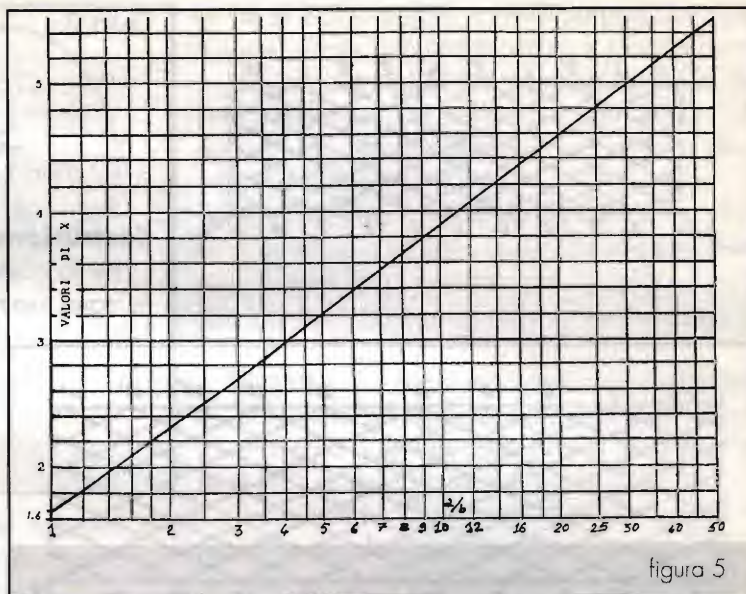

figura 5
X: coeff. correttivo (grafico figura 5)
fissato, ad es.: $b = 2$ cm si ha $a/b = 3,25/2 = 1,62$ e dal grafico di figura 5: $X = 2,1$
- 2) Il grafico di figura 5 è approssimabile con: